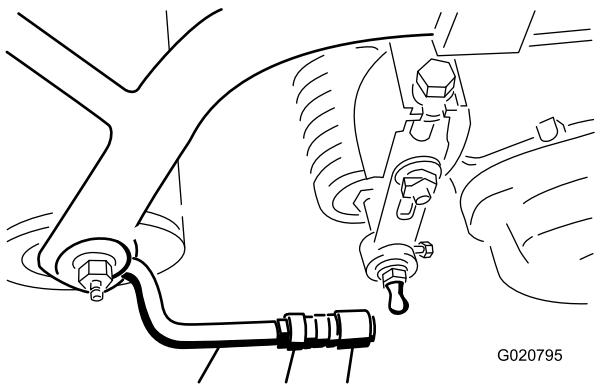

図 9
5. ソケットの開口部とボールスタッドの中心を合わせ、ジャムナットを締めてソケットを固定する図9。